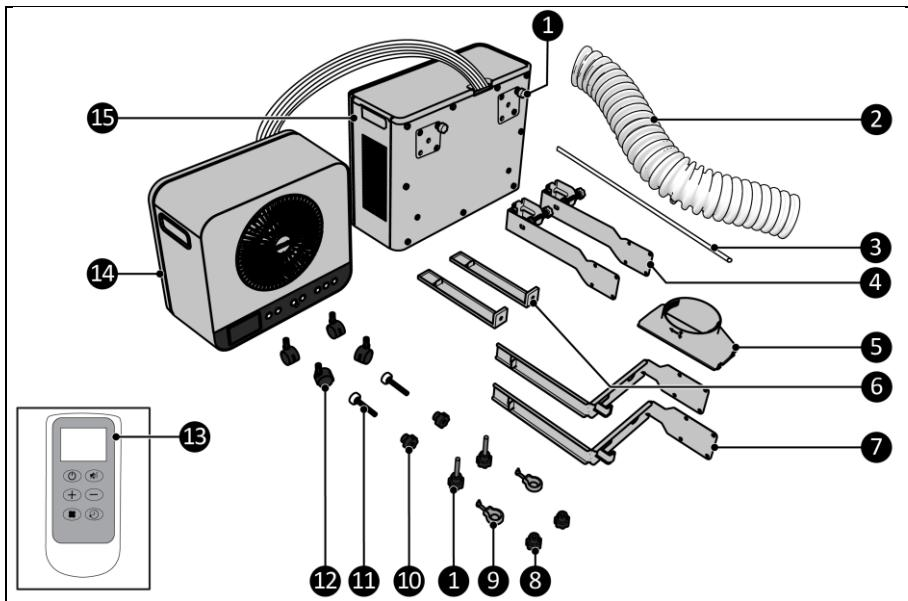
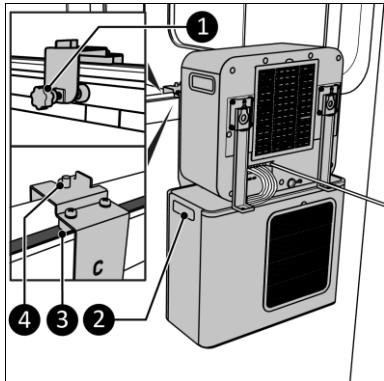
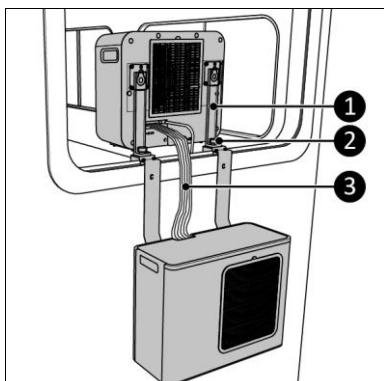
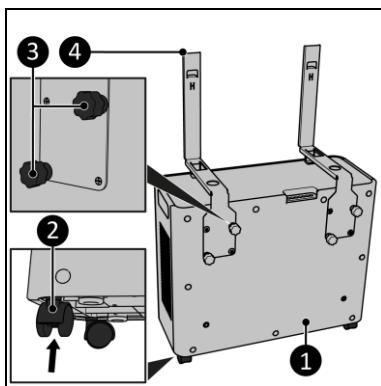

Figure 2
Figure 9
Figure 10
Figure 12
Cet appareil EUROM est un climatiseur portable facile à utiliser pour caravanes et habitations (figure 2). Il peut être utilisé dans une caravane ou un camping-car et à l'intérieur dans une habitation. L'appareil assure un refroidissement continu et produit de l'eau condensée.
9. Placez l'unité complète dans la fenêtre en utilisant les poignées latérales de l'unité extérieure (figure 9, pos. 2). Assurez-vous que les blocs gris (figure 9, pos. 3) se trouvent dans le joint de la fenêtre.
10. Serrez les boulons (figure 9, pos. 1) à la main sur la caravane.
11. Veillez à avoir les capuchons des vis (figure 2, pos. 8) à portée de main pour les filets du support (figure 9, pos. 4).
12. Soulevez l'unité intérieure par la fenêtre et placez les crochets (figure 10, pos. 1) sur les extrémités filetées (figure 10, pos. 2).
13. Serrez les capuchons de vis (figure 2, pos. 8) sur les filets (figure 10, pos. 2).
15. Le tuyau de réfrigérant (figure 10, pos. 3) est guidé entre l'unité intérieure et l'unité extérieure. Évitez que le tuyau de réfrigérant ne réalise une courbe inférieure à 30 mm.
- Fixez les roulettes (figure 12, pos. 2) à l'unité extérieure (figure 12, pos. 1) en les enfonçant dans les trous situés sous l'unité extérieure.
- Fixez les supports intérieurs (figure 12, pos. 4) à l'unité extérieure (figure 12, pos. 1) en serrant deux capuchons de vis par support (figure 2, pos. 3).